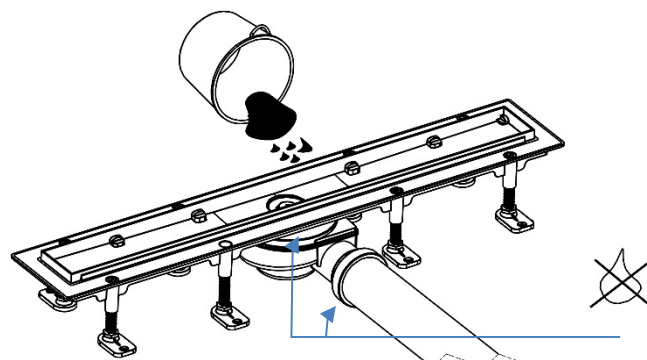

рис. 3
- выходной патрубок d50 мм подключается к системе канализации. После монтажа обязательно пролить трап и проверить на наличие протечек и подтеков (рис.3);